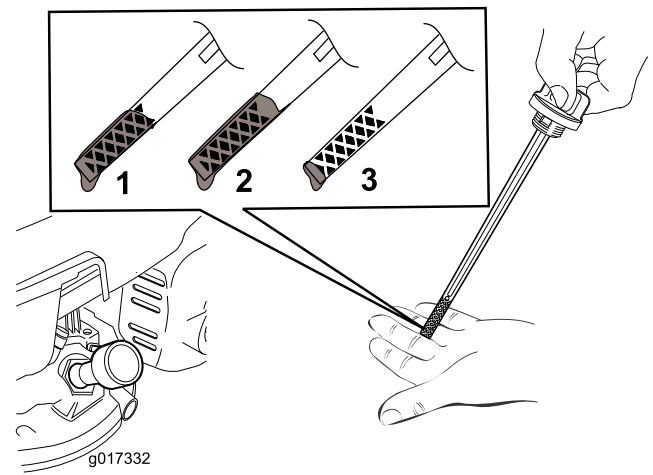

Bild 12
5. Siehe Bild 12, wie Sie den richtigen Ölstand am Peilstab ablesen.
Hinweis: Füllen Sie das Motorkurbelgehäuse mit Öl, bis der Peilstab angibt, dass der Ölstand richtig ist, wie in Bild 12 dargestellt. Wenn Sie zu viel Öl in den Motor füllen, lassen Sie etwas Öl ab, wie in Wechseln des Motoröls \(Seite 18\) angegeben.